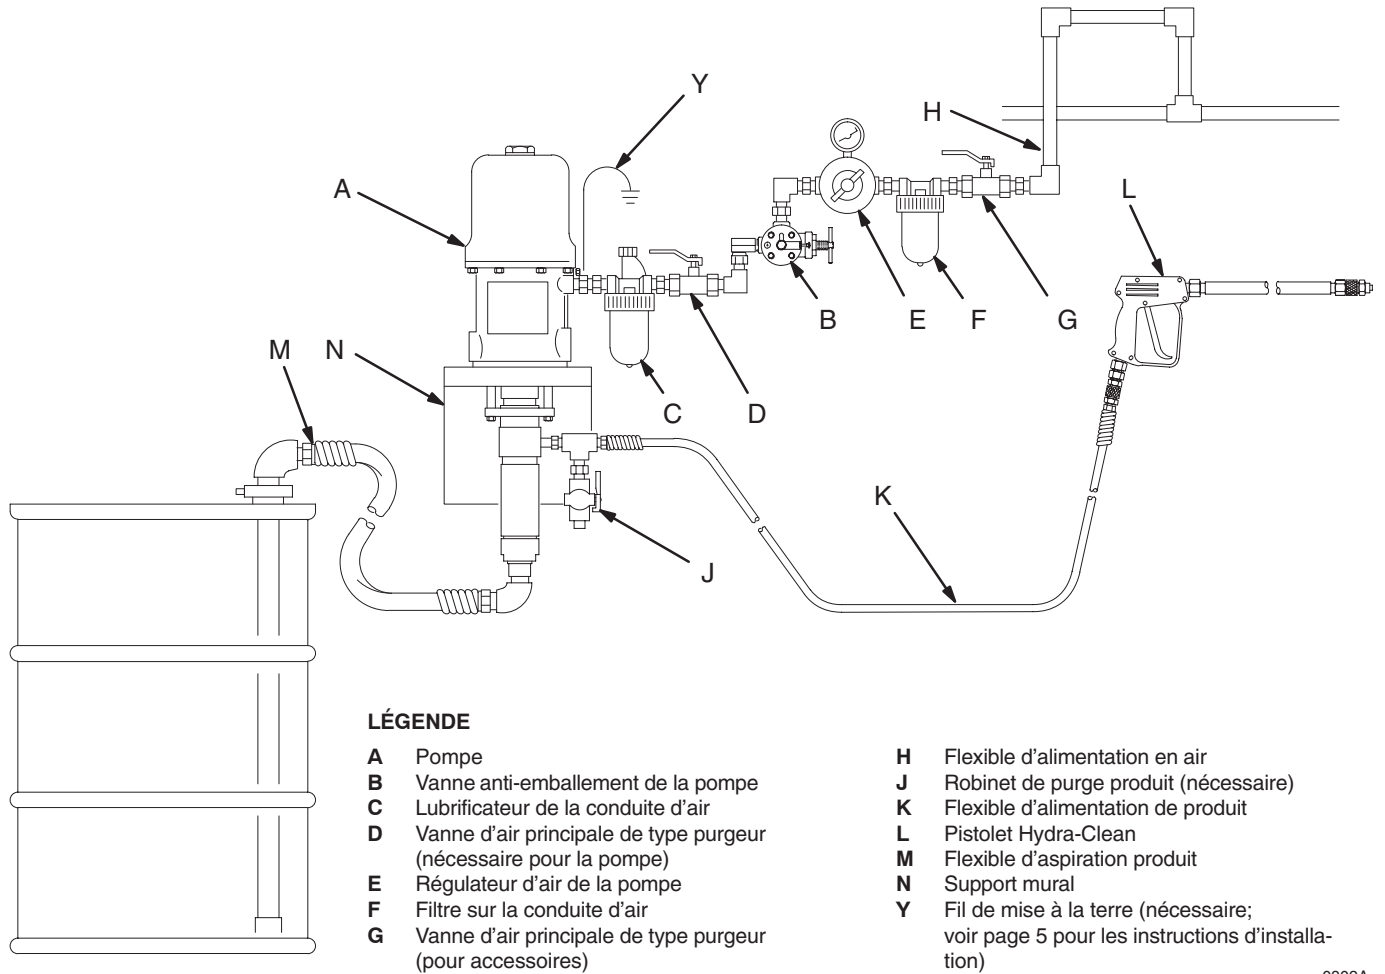

Fig. 2
La Fig. 2 constitue simplement un guide pour le choix et l'installation des accessoires et des composants du système. Prenez contact avec votre distributeur Graco afin d'obtenir de l'aide pour la conception d'un système qui réponde à vos besoins particuliers.
Installer les accessoires suivants en respectant l'ordre indiqué dans la Fig. 2 et en utilisant des adaptateurs si nécessaire:
Installer les accessoires suivants dans les positions indiquées à la Fig. 2 en utilisant des adaptateurs si nécessaire:
1. Voir la Fig. 2 de la page 7. Fermer le régulateur d'air (E), la vanne d'air principale de type purgeur (D) et la vanne de vidange produit (J). **Ne pas encore installer la buse de pulvérisation!**
2. Raccorder le kit d'aspiration (M) dans le fût d'alimentation produit.
3. Appuyer une partie métallique du pistolet (L) contre le côté du fût d'alimentation et maintenir la gâchette enfoncée.
4. Ouvrir la vanne d'air principale de type purgeur de la pompe (D).
5. Ouvrir lentement le régulateur d'air (E) jusqu'à ce que la pompe démarre, pression d'environ 2,8 bars.